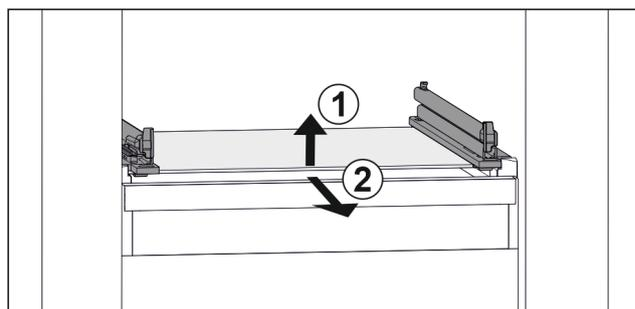

Fig. 88 Representación de la placa de vidrio a modo de ejemplo
- ▶ Levante la placa de vidrio por delante. *Fig. 88 (1)*
- ▶ Retire la placa de vidrio hacia delante. *Fig. 88 (2)*